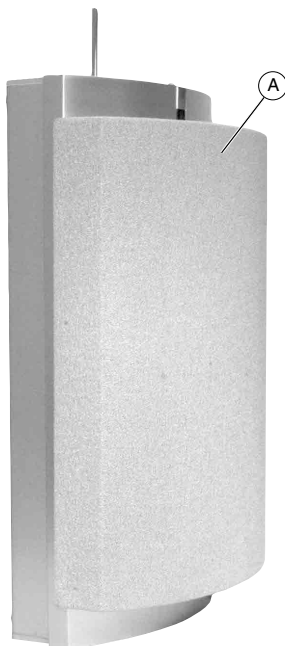

Fig. 1
- Lautsprecherabdeckung (A) (Fig. 1) vorsichtig lösen und abnehmen.
- Carefully loosen and remove the speaker cover (A) (Fig. 1).